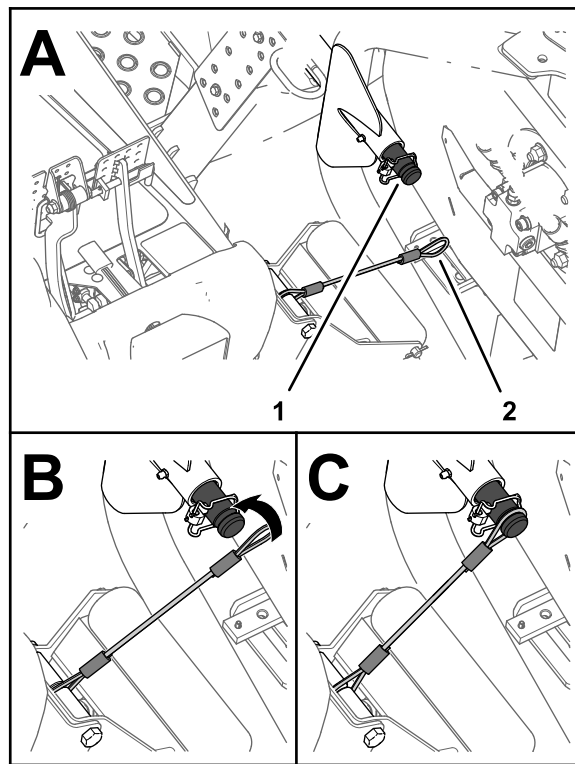

図 26
5. 左右のカッティングユニットの昇降アームのキャリアシャフトにランヤードを取り付ける 図 26。
6. キャリアシャフトの溝にランヤードの輪を掛ける。溝に完全に掛けること 図 26。